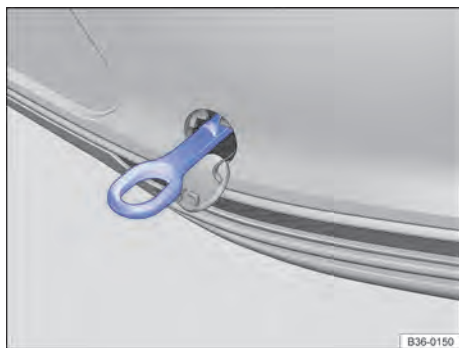

Fig. 320 No para-choque traseiro à direita: argola de reboque rosqueada.
- Rosquear a argola de reboque tão firme quanto possível **no sentido anti-horário** no alojamento → Fig. 320 → ❶. Utilizar um objeto apropriado com o qual a argola de reboque possa ser rosqueada com firmeza no alojamento.